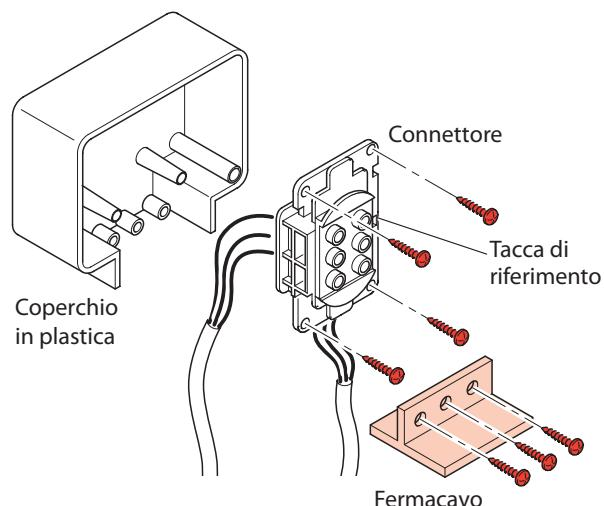

Fig. 3
2. Inserire il connettore nel coperchio in plastica fissandolo con le apposite viti, quindi assicurare i cavi al coperchio tramite il fermo cavo (vedi fig. 3).
Si consiglia, pertanto, di utilizzare un cablaggio diretto dal quadro al connettore in dotazione (seguendo le indicazioni per i collegamenti di Fig. 3 e 4 pag. 62-63) nelle applicazioni dove la corrente presunta d'ingresso all'UPS superi i 16A (es. 5000 VA con Vinn=184V).